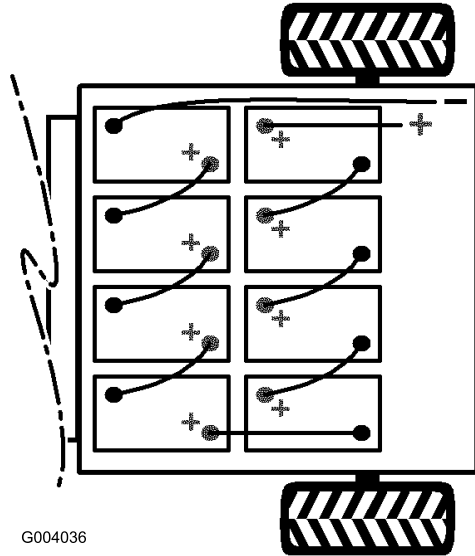

図 6
4. バッテリーは 図 6 のように配置する。
極性に十分注意してください (図 6)。
6. 図 6に示すように、付属部品に入っているバッテリー・ケーブルで、バッテリーを相互に接続する。ケーブルが、鋭利な金属部などに触れないよう、注意すること。
7. ボルトを締めつけ、新しいボルト（&ボルト5_16x3_4）とフランジ・ナット（ナット5_16;）でクリップのもう一方の側を固定する（図 6）。
8. プラスのメイン・ケーブル（赤）でバッテリーを車両に接続する（図 6）。
9. マイナスのメイン・ケーブル（黒）でバッテリーを車両に接続する（図 6）。